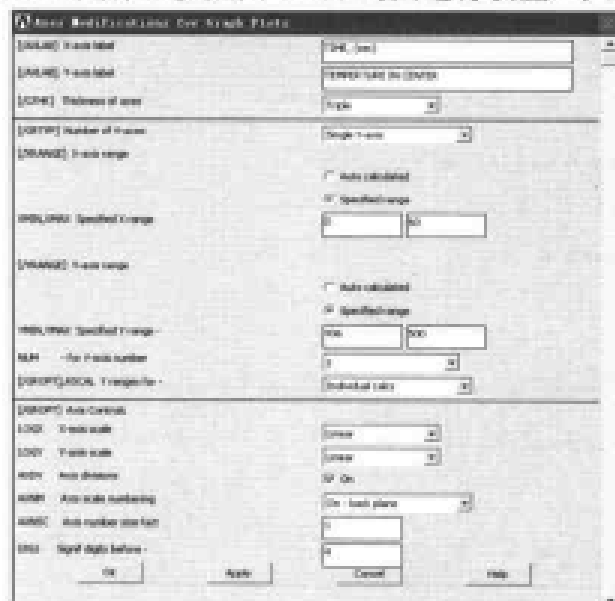

图 10-38 坐标轴设置对话框
(3) 选择 Utility Menu | PlotCtrls | Style | Graphs | Modify Axes 命令，出现 Axes Modifications for Graph Plots 对话框，参照图 10-38 对其进行设置，单击 OK 按钮关闭该对话框。